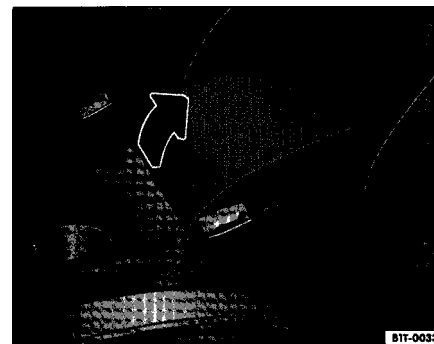

Fig. 81 Accoudoir central avant avec rangement
- Pour **ouvrir** le rangement, soulevez l'accoudoir dans le sens de la flèche fig. 81.